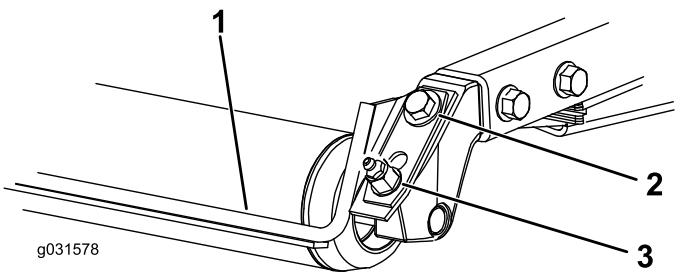

図 17
4. チェンバを支えておきながらスペーサを取り外す 図 17。